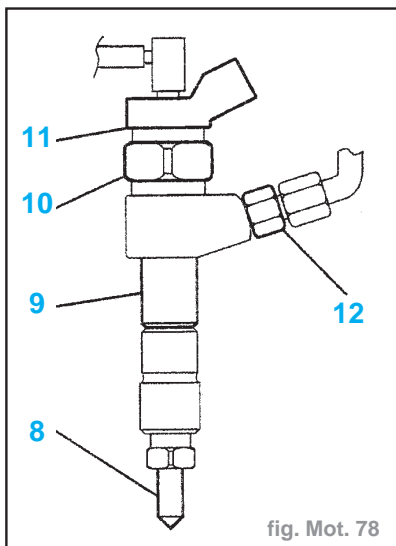

fig. Mot. 78
- Ne pas dissocier le porte-injecteur Diesel (9) des éléments suivants (fig. Mot. 78) :